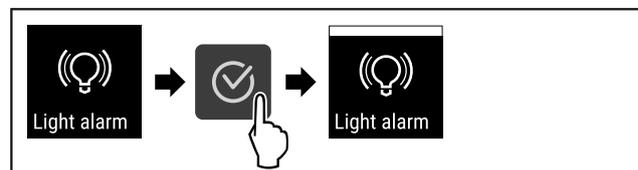

Fig. 119
- ▶ Handlungsschritte (siehe Fig. 119) durchführen.